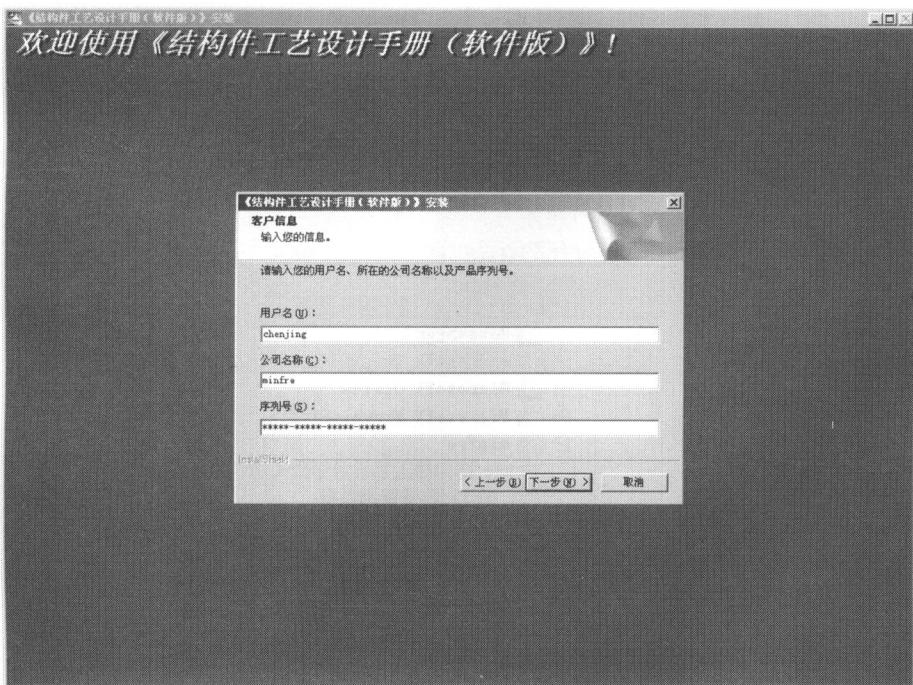

图 1-4 客户信息界面
- (5) 进入如图 1-4 所示的客户信息界面中。在您输入相关信息及序列号，并仔细检查序